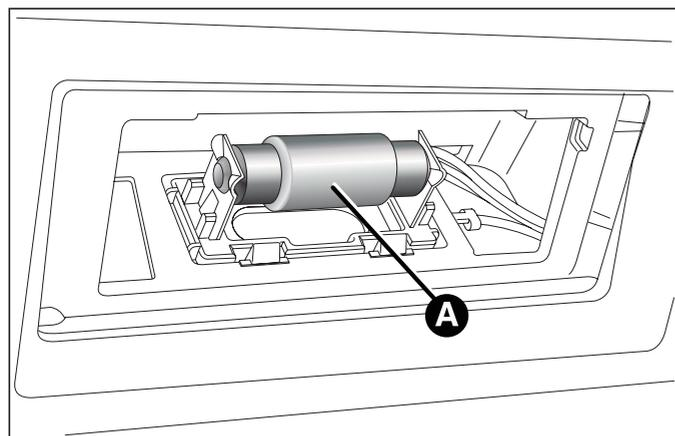

fig. 136
- remplacer l'ampoule A fig. 136, en la séparant des contacts latéraux ;